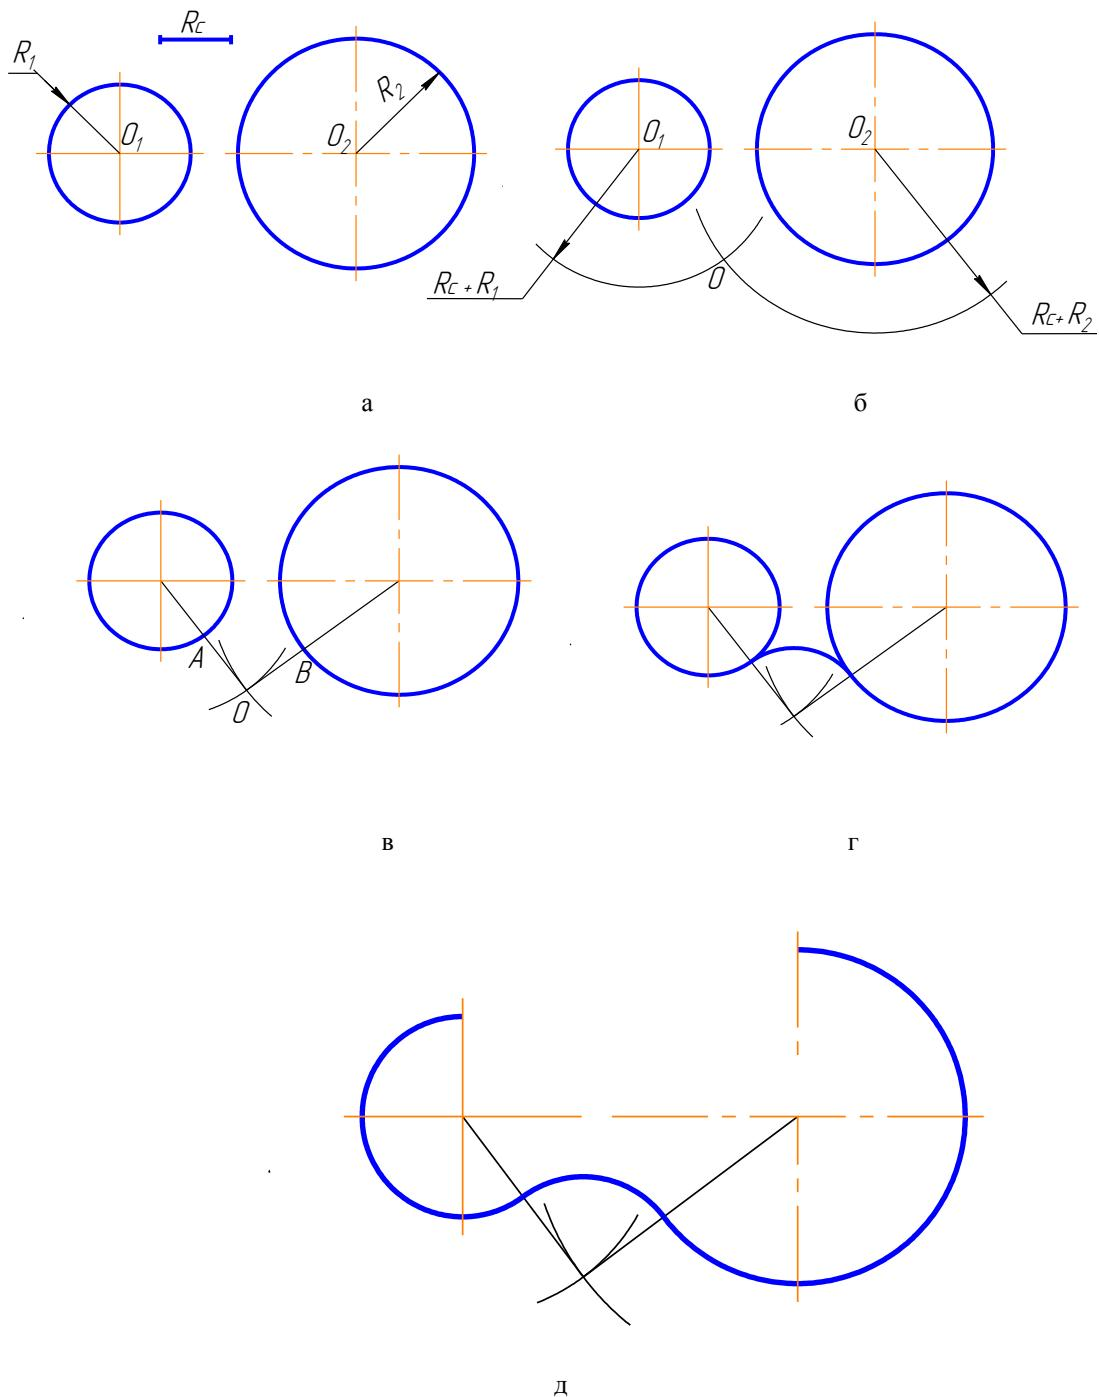

Рисунок 3.13 – Сопряжение двух окружностей внутренней дугой:
1. Найти центр сопряжения O (рисунок 3.13 б). Для этого из O_1 и O_2 сделать засечки суммами радиусами: $R_c + R_1$ и $R_c + R_2$;
2. Найти точки сопряжения A и B (рисунок 3.13 в). Соединить точку O с O_1 и O_2 : OO_1 ; OO_2 . На пересечении этих линий и сопрягаемых дуг отмечать точки A и B .
3. Построить сопряжения дуги, т. е. радиусом R_c соединить точки A и B (рисунок 3.13 г).